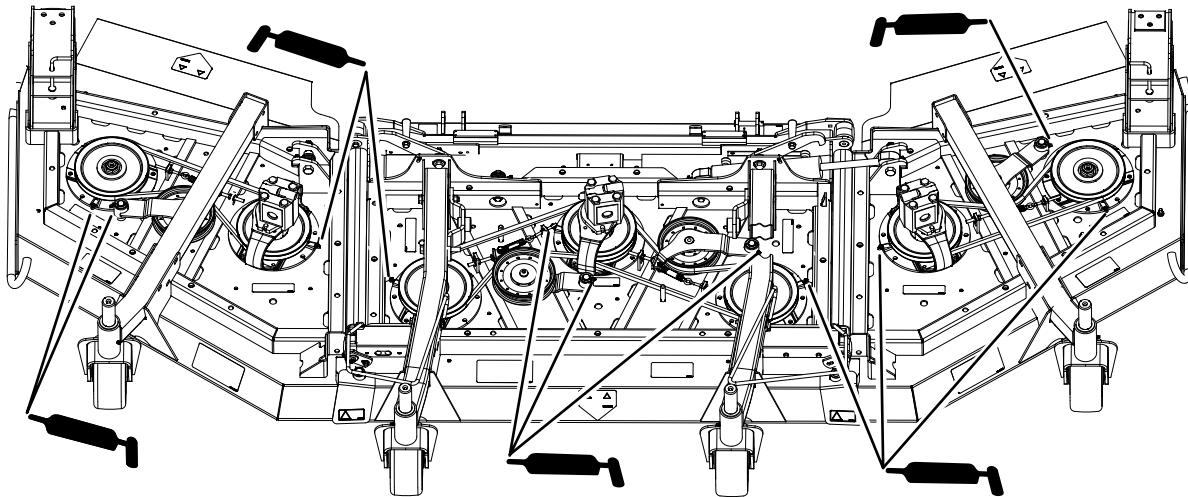

Figura 83
- 3 cuscinetti dell'asse del fusello – posizionati sotto la puleggia (Figura 83)
- 2 boccole orientabili del braccio di rinvio (Figura 83)